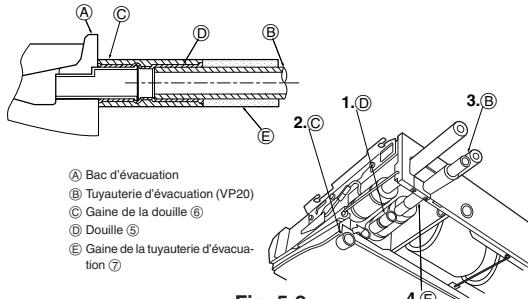

Fig. 5-2
5.2. Méthodes d'installation (Fig. 5-2)